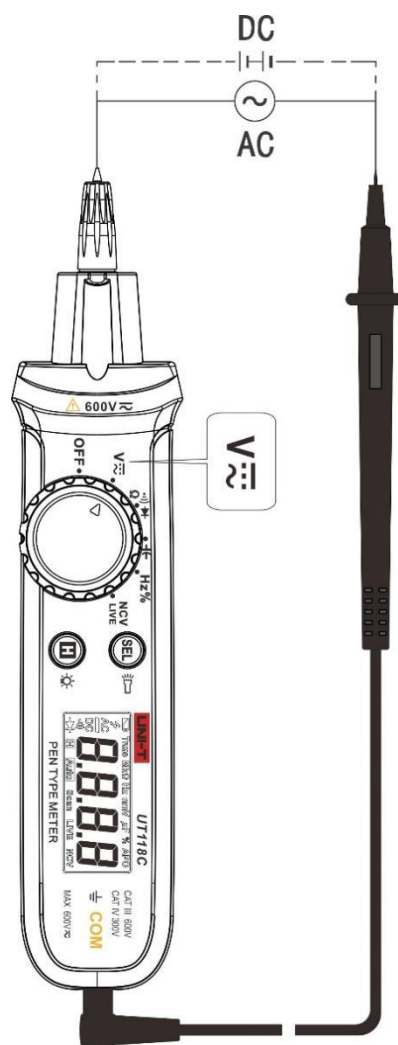

Рис. 3
11.1 Измерение напряжения DC/AC (Рис. 3)